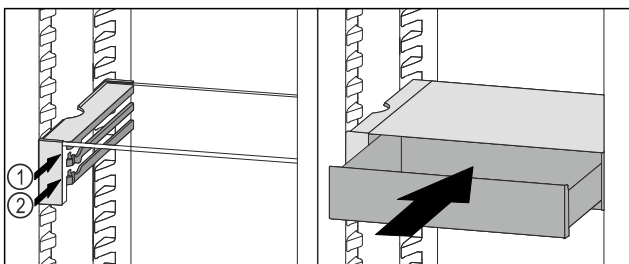

Fig. 81
- ▶ Встановити висувний ящик VarioSafe за стопорами на потрібне ребро Fig. 81 (1) або Fig. 81 (2).